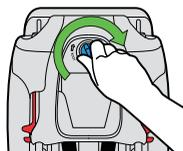

Figure 40
- Alignez le panneau d'accès du harnais avec l'ouverture du dossier et placez-le en position à l'aide du bouton-pression. Verrouillez ensuite le panneau d'accès en place en tournant son verrou dans le sens des aiguilles d'une montre, comme sur la **Figure 40**.